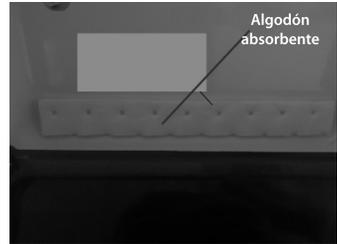

Figura 14
1. **Reemplazo del algodón del filtro de neblina de aceite y el algodón absorbente de aceite.** (Como muestra la figura 14)